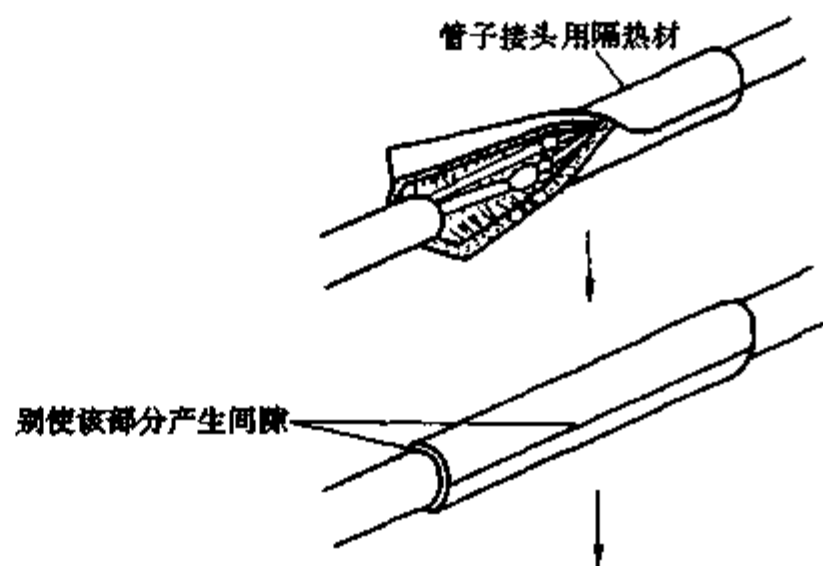

图 7-30 隔热材料操作
(1) 将绝热材料卷在管道的连接部。卷制时,不要使管子接头与隔热材料产生间隔,如图 7-30。使用胶带和粘结剂密封管子接头及隔热材料的两端部。
(2) 室外机组的管道,应从连接部开始设置升高。汇总排泄软管时,应便于冷凝水流动。